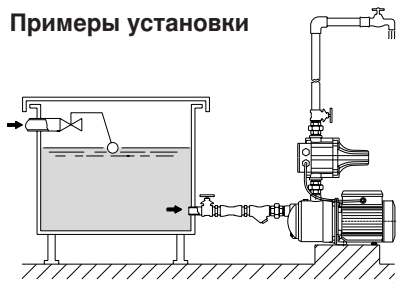

Рис. 2 Работа под гидравлическим напором
При работе под гидравлическим напором (рис. 2) наполнять насос, открывая - медленно и полностью - задвижку на всасывающей трубе, при этом задвижка на подающей трубе должна быть открыта для выпуска воздуха.
- См. пример установки на рис. 2.